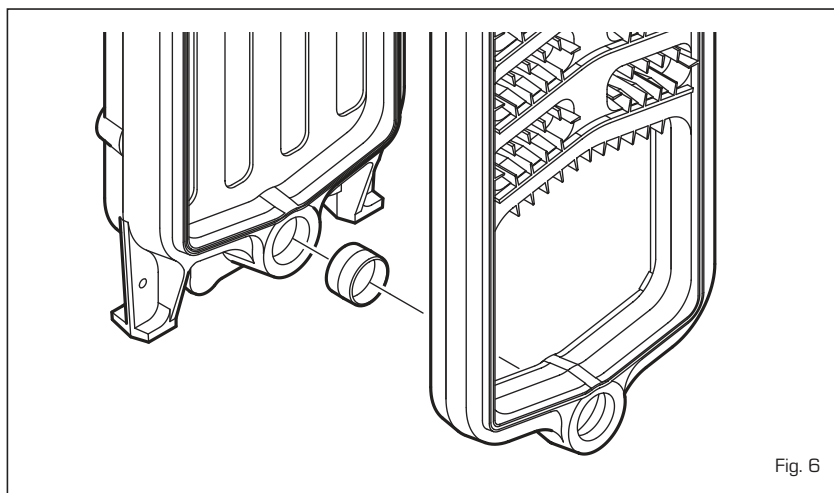

Fig. 6
- maak de conische nippels schoon en smeer ze met gekookte lijnolie alvorens ze in het achterste kopstuk aan te brengen (fig. 6);
- monteer de rookkamer en de flens zoals aangegeven op fig. 6/a.